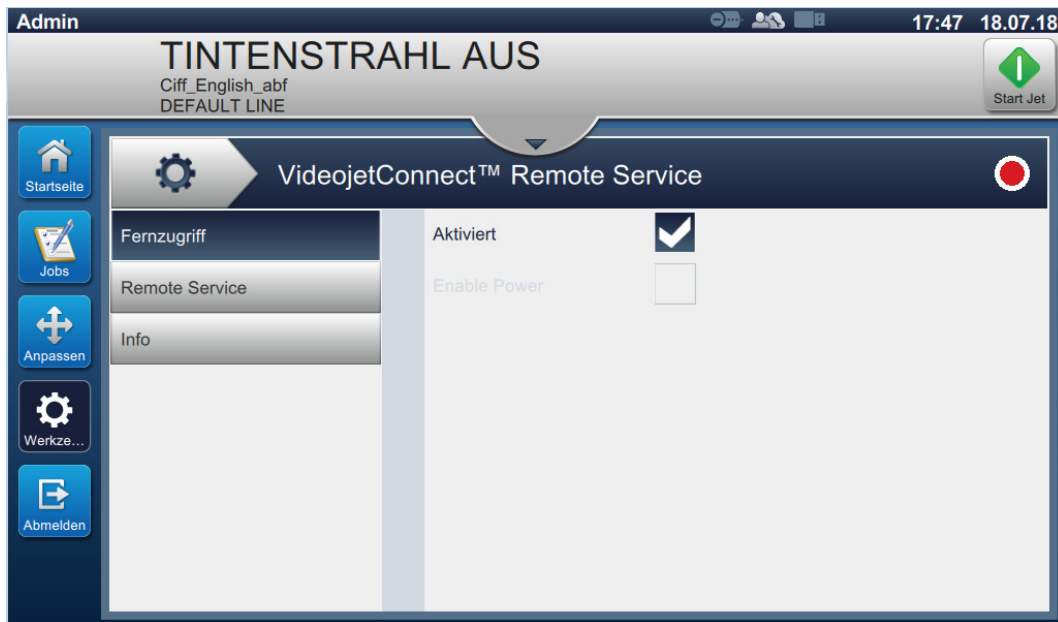

Abbildung 6-25: Bildschirm von VideojetConnect™ Remote Service
1. Berühren Sie die  Schaltfläche auf dem Bildschirm „Werkzeuge“. Der Bildschirm „VideojetConnect Remote Service“ erscheint, wie dargestellt in Abbildung 6-25.